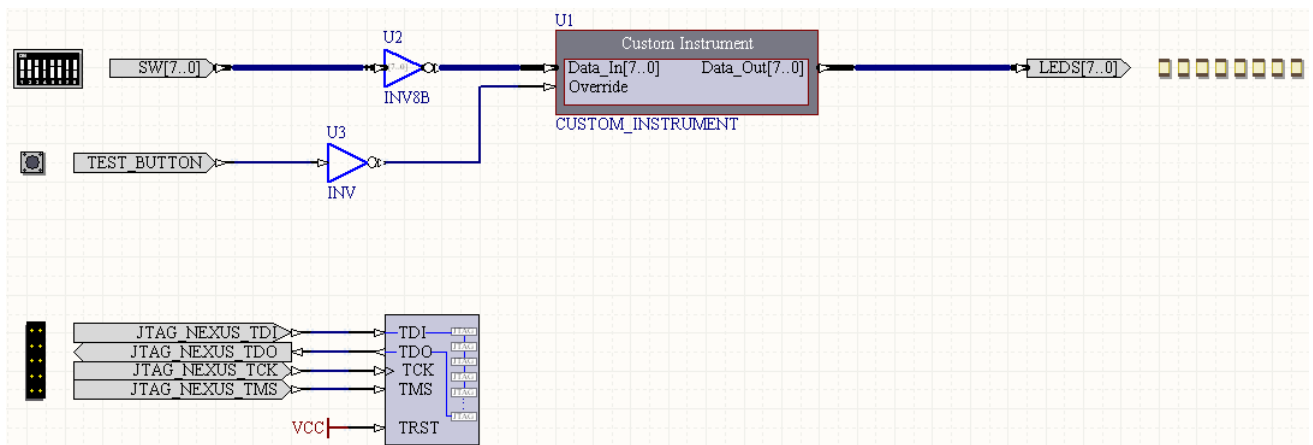

図 2. 最終的なデザイン - コンポーネントを配置し完全に配線したところ
- 残りのコンポーネントを配置し、図 2 に示すようにデザインを配線します。デザイン内で該当するコンポーネントを必ず指定してください (たとえば、**Tools » Annotate Schematics Quietly** コマンドを使用します)。